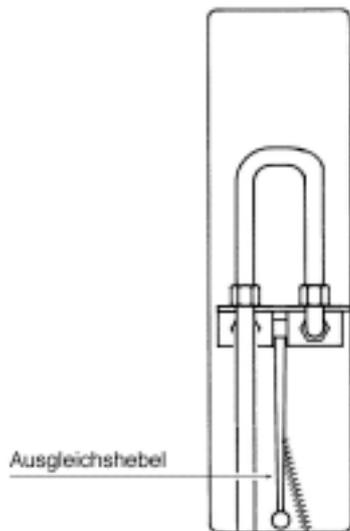

Bild 6: Ausgleichsheber
- Unterer Ausgleichshebel (Bild 10) um 90 Grad nach oben ziehen und in dieser Stellung halten. Der Ausgleichshebel befindet sich seitlich am Bedienaggregat hinter der schwenkbaren Abdeckung. (siehe Bild 6)